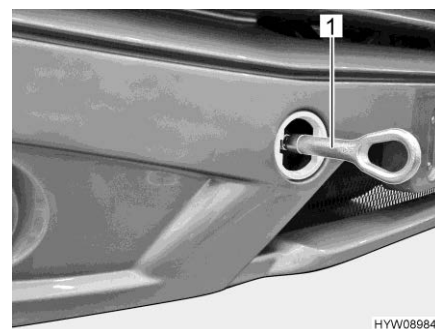

Fig. 42 Occhione di traino (installato)
- Montare l'occhiello di traino (Fig. 42,1) come indicato nel manuale di funzionamento del veicolo di base.